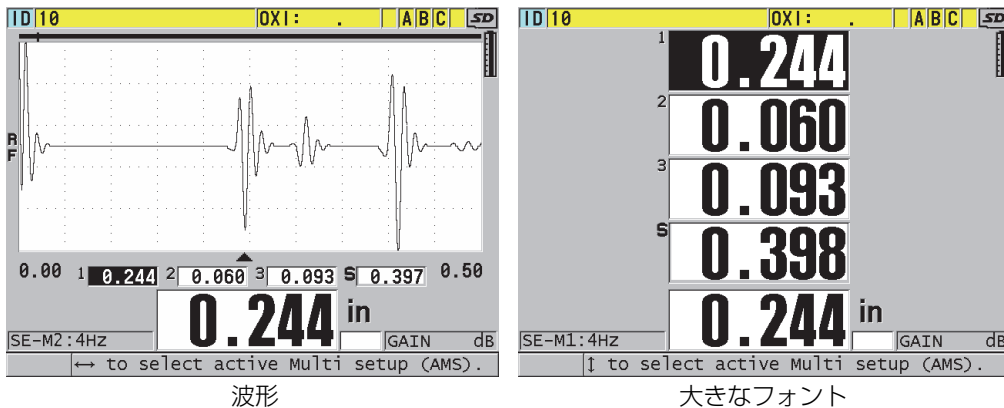

図 7-8 3 層およびでの合計（足し算）での多層材測定表示モード
- d) 表示モードを以下のように設定します（110 ページの図 7-8 参照）。
- c) 表示モードを波形または大きなフォントに設定します（110 ページの図 7-8 参照）。